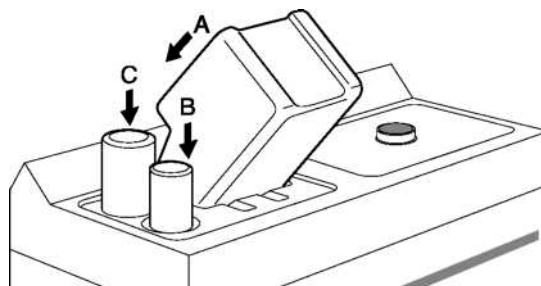

Рисунок 8. Установка бутылок с концентратами
5. Дождитесь непрерывного звукового сигнала (2 минуты, после реактива «А») перед установкой в красную форму бутылок с реактивами «В» и «С» (рис. 8).